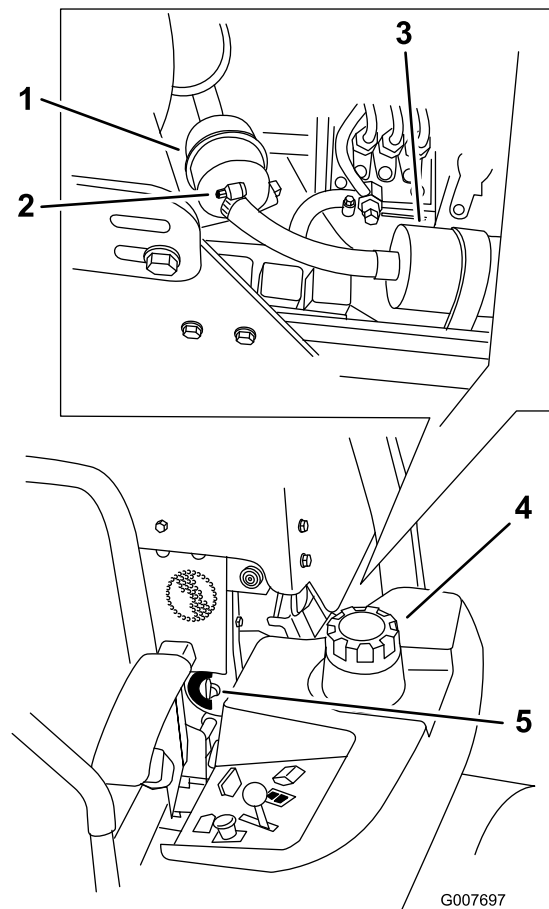

Figura 44
4. Chiudete la valvola di intercettazione del carburante (Figura 44).
5. Allentate le 2 fascette stringitubo e scollegate i tubi del carburante dal filtro carburante (Figura 44).
6. Montate un nuovo filtro. Collegare i tubi del carburante al filtro carburante e montate le 2 fascette stringitubo (Figura 44).